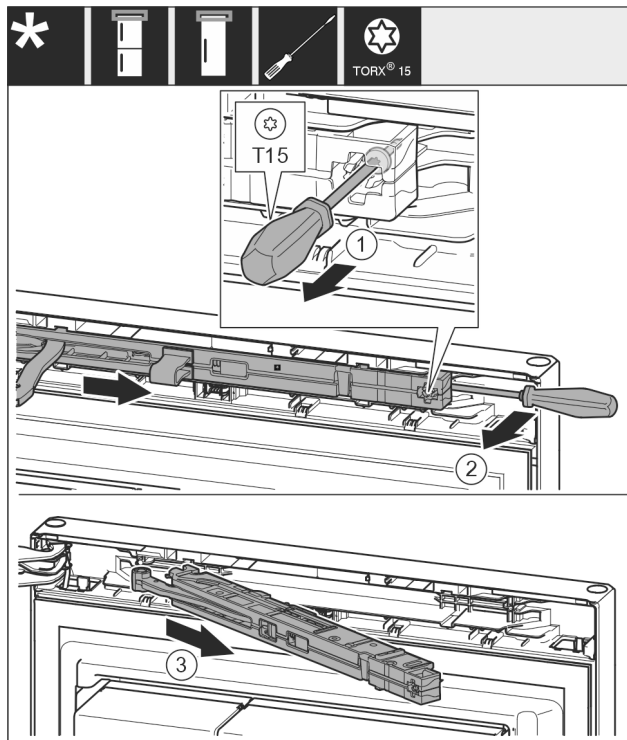

Fig. 12
- Allentare la vite di ca. 14 mm sull'unità ammortizzatore di chiusura con il cacciavite T15. Fig. 12 (1)
- Spingere con un cacciavite sul lato maniglia dietro l'unità ammortizzatore di chiusura e ruotarla in avanti. Fig. 12 (2)
- Estrarre l'unità ammortizzatore di chiusura. Fig. 12 (3)